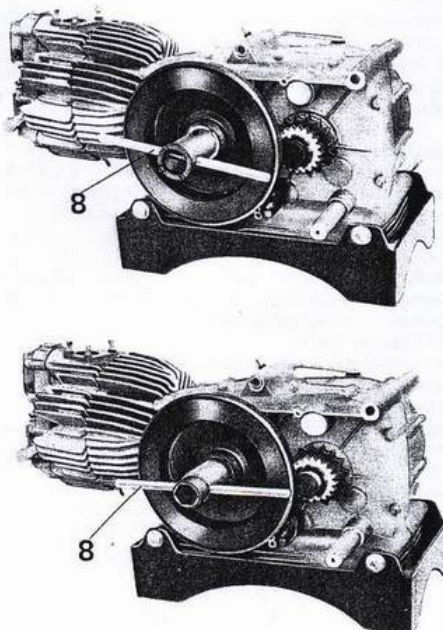
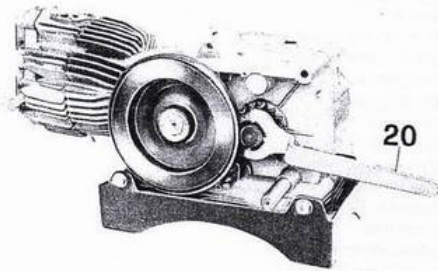

Abb. 9
Abb. 10
Das Öl wird abgelassen, nachdem Einlaßstopfen (A) und Auslaßstopfen (B) herausgeschraubt wurden (s. Abb. 69). Zu entfernen sind der innere Filter, der äußere Filter und die Feder (s. Abb. 67). Mittels des Zweifachschlüssels Nr. 25908100 (8 aus Abb. 9) zum Lösen der Nutmutter und der Mutter sowie zum Abziehen der Schwunzscheibe ist diese von der Kurbelwelle abzunehmen. Mit dem Schlüssel Nr. 10902700 (20 aus Abb. 10) ist der Klauenring zu lösen.